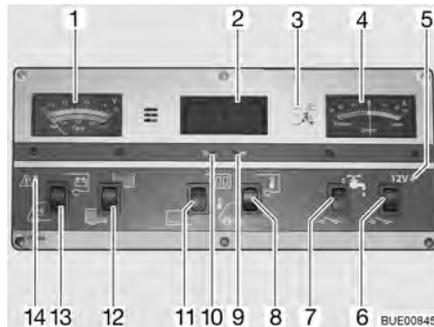

Fig. 134 Panneau de contrôle IT 994
Observer sur l'indicateur de charge/de niveau de réservoir (Fig. 134,1), la graduation supérieure. L'indicateur s'éclaire automatiquement dès qu'un commutateur est actionné.
- Commutateur à bascule (Fig. 134,13) vers le bas : La tension de la batterie de démarrage est affichée.
- Commutateur à bascule (Fig. 134,13) vers le haut : La tension de la batterie de cellule est affichée.
Observer sur l'indicateur de charge/de niveau de réservoir (Fig. 134,1) la graduation inférieure. L'indicateur s'éclaire automatiquement dès qu'un commutateur est actionné.
- Commutateur à bascule (Fig. 134,12) vers le haut : Le niveau du réservoir d'eau est affiché.
- Commutateur à bascule (Fig. 134,12) vers le bas : Le niveau du réservoir d'eaux usées est affiché.
Le voyant d'alerte rouge ALARME (Fig. 134,14) clignote dès que la charge de la batterie de cellule descend en dessous de 11 V (mesurée en marche) et qu'il y a risque de décharge profonde des batteries.
- Commutateur à bascule (Fig. 134,11) vers le haut : L'affichage de l'horloge numérique est activé. L'affichage de température est en ordre de marche.
- Commutateur à bascule (Fig. 134,11) vers le bas : L'affichage de l'horloge numérique et l'affichage de température sont désactivés.
- Appuyer avec un objet fin, p. ex. l'extrémité d'un stylo à bille, sur l'orifice pour l'affichage des heures (Fig. 134,10) jusqu'à ce que l'indication des heures souhaitée s'affiche.
- Appuyer avec un objet fin, p. ex. l'extrémité d'un stylo à bille, sur l'orifice pour l'affichage des minutes (Fig. 134,9) jusqu'à ce que l'indication des minutes souhaitée s'affiche.
- Commutateur à bascule (Fig. 134,8) vers le haut : La température intérieure s'affiche.
- Commutateur à bascule (Fig. 134,8) vers le bas : La température extérieure s'affiche.
Cet indicateur (Fig. 134,4) permet de visualiser en permanence le flux de courant actuel de la batterie. L'indicateur s'éclaire automatiquement dès qu'un commutateur est actionné.
L'interrupteur principal 12 V (Fig. 134,6) établit ou coupe le panneau de contrôle et l'alimentation 12 V de la cellule.
- Commutateur à bascule (Fig. 134,6) vers le haut : L'alimentation 12 V de la cellule est assurée. Le voyant de contrôle (Fig. 134,5) s'allume en vert.
- Commutateur à bascule (Fig. 134,6) vers le bas : L'alimentation 12 V de la cellule est coupée. Le voyant de contrôle (Fig. 134,5) s'éteint.
Le voyant de contrôle 12 V (Fig. 134,5) s'allume dès que l'interrupteur principal 12 V (Fig. 134,6) est enclenché.
Le voyant de contrôle jaune 230 V (Fig. 134,3) s'allume si l'arrivée du bloc électrique est sous tension de réseau.
- Commutateur à bascule (Fig. 134,7) vers le haut : L'alimentation en eau est activée.
- Commutateur à bascule (Fig. 134,7) vers le bas : L'alimentation en eau est désactivée.